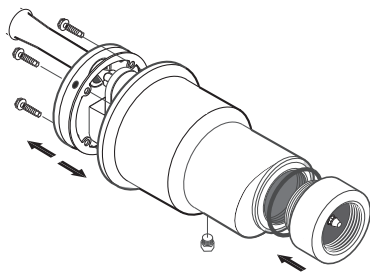
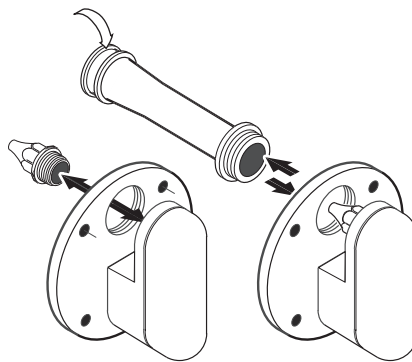

Figura 1
Figura 2
1. Extraiga los 4 tornillos que sujetan el conjunto del inserto al cuerpo del eyector (véase la Figura 1).
2. Desenrosque el Venturi del inserto del cuerpo del eyector (véase la Figura 2).
3. Con una llave de manguito de pozo profundo de 5/8 pulg., desenrosque la boquilla del inserto del cuerpo del eyector (véase la Figura 2).
2. Enrosque la boquilla en el inserto del cuerpo del eyector (véase la Figura 2). Utilice una llave de manguito de 5/8 pulg. para asentar la boquilla. **No apriete demasiado.**
3. Instale el anillo O pequeño en la ranura del Venturi (véase la Figura 2). Enrosque y apriete con la mano el Venturi en el inserto del cuerpo del eyector (véase la Figura 1).
4. Instale el anillo O en la ranura en el extremo del cuerpo del eyector (véase la Figura 1). Enrosque y apriete con la mano la válvula de retención en el cuerpo del eyector (véase la Figura 1). Asegúrese que el anillo O quede asentado en la ranura.
5. Instale la empaquetadura en el cuerpo del eyector; instale el inserto del cuerpo del eyector en el cuerpo del eyector (asegúrese que quede bien asentado) con la abertura en forma de D orientada HACIA ABAJO (hacia el tapón AVC) y el Venturi HACIA ARRIBA (véase la Figura 1).
6. Utilice cuatro tornillos para montar el conjunto del inserto en el cuerpo del eyector (véase la Figura 1). Asegúrese que el conjunto del inserto quede bien asentado y que los cuatro tornillos se hayan introducido correctamente antes de apretarlos. **No apriete demasiado.**